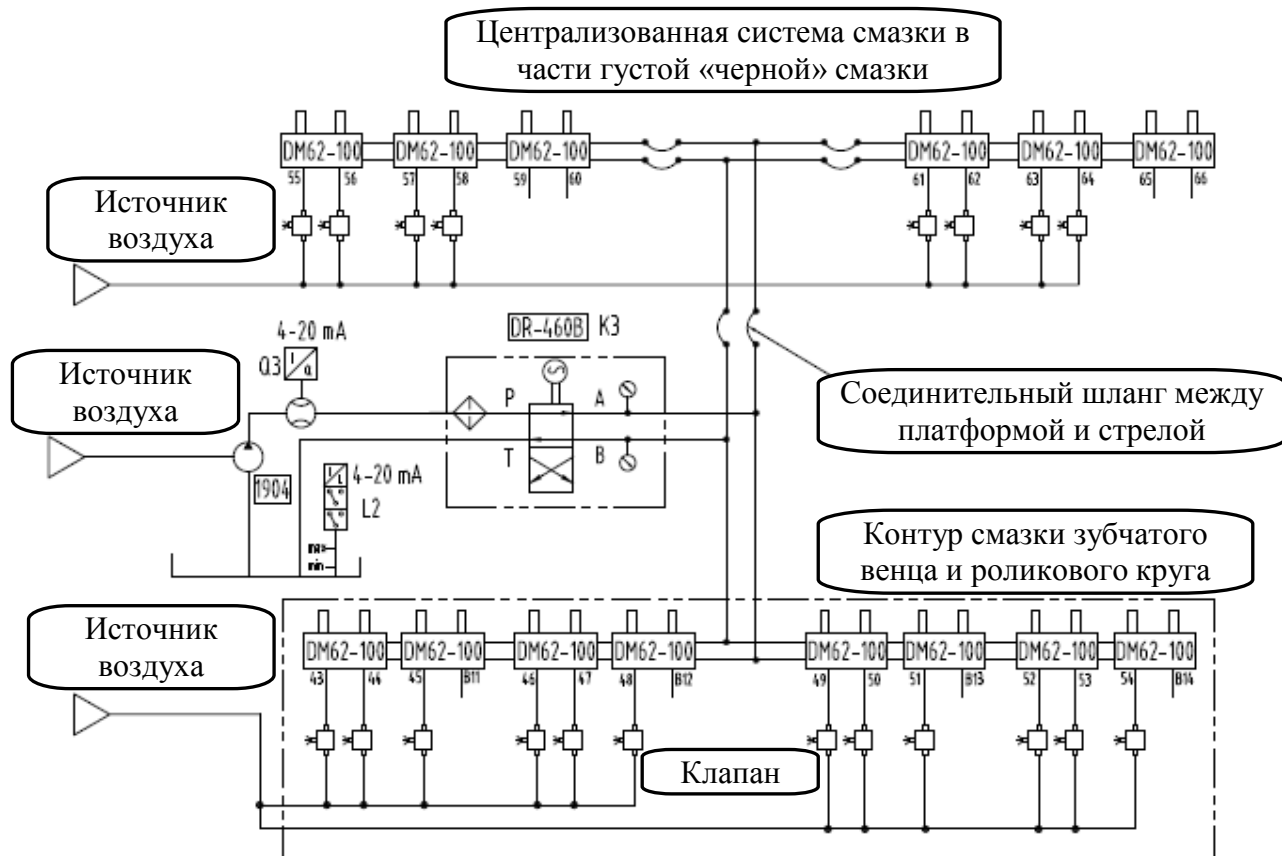

Рисунок 2. Схема централизованной смазки открытых зубчатых передач и рабочих поверхностей
5. Схема централизованной системы смазки (K1623.90.00) (в части «черной» смазки или мазута) дана на рис. 2